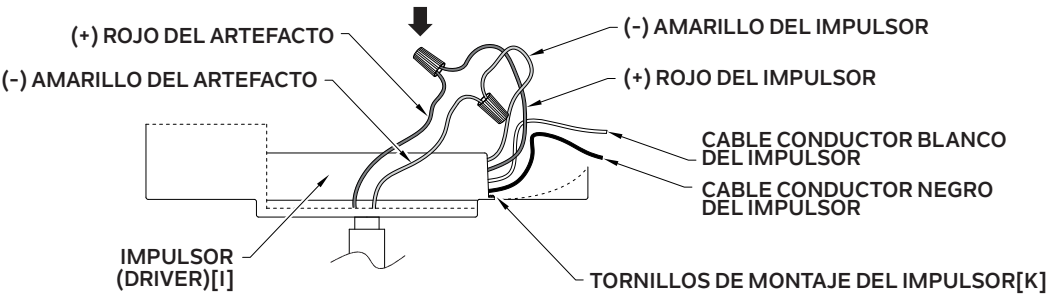

Fig. 1
- Afloje los tornillos de montaje del impulsor[K] y retire el impulsor[I] de la cubierta[F] (See Fig. 1). Guarde los tornillos de montaje del impulsor y el impulsor.
- Realice las conexiones de cables (del artefacto a impulsor) utilizando los conectores de cables PEQUEÑOS[J] suministrados (Ver Fig. 1).**
- NOTA:** Además de fijar la abrazadera de montaje a la caja de salida, la abrazadera de montaje debe fijarse al techo en dos (2) lugares.